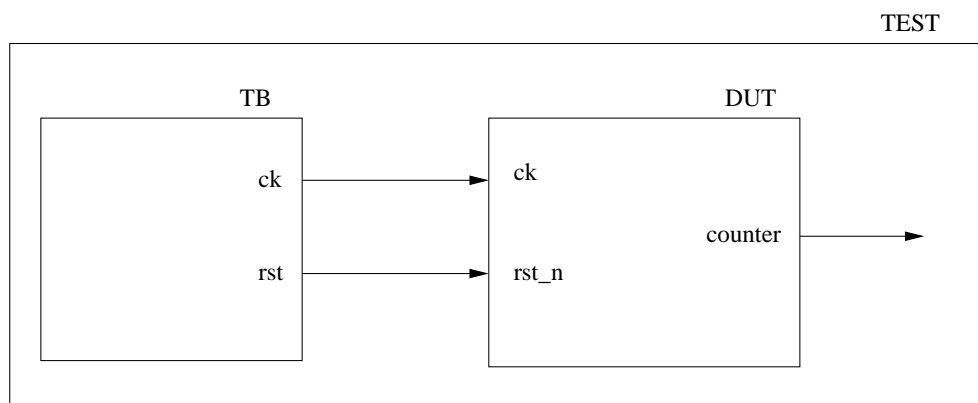

Figura 4.3: Structura modulului de test pentru numărător.
2. Simulați circuitul numărător. Pentru simulare trebuie să realizați modulul de testbench, precum și modulul de test aferente numărătorului. Pentru aceasta folosiți fragmentele de cod prezentate în lucrare. Schema modulului de test este prezentată în figura 4.3.